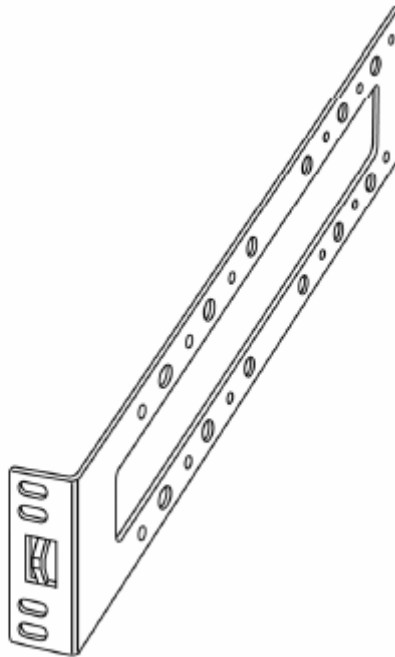

图 3-22 CHS2U 标准机柜安装支架
1. 每个 19” 机柜需要两个标准机柜支架。参考 “图 3-22”。